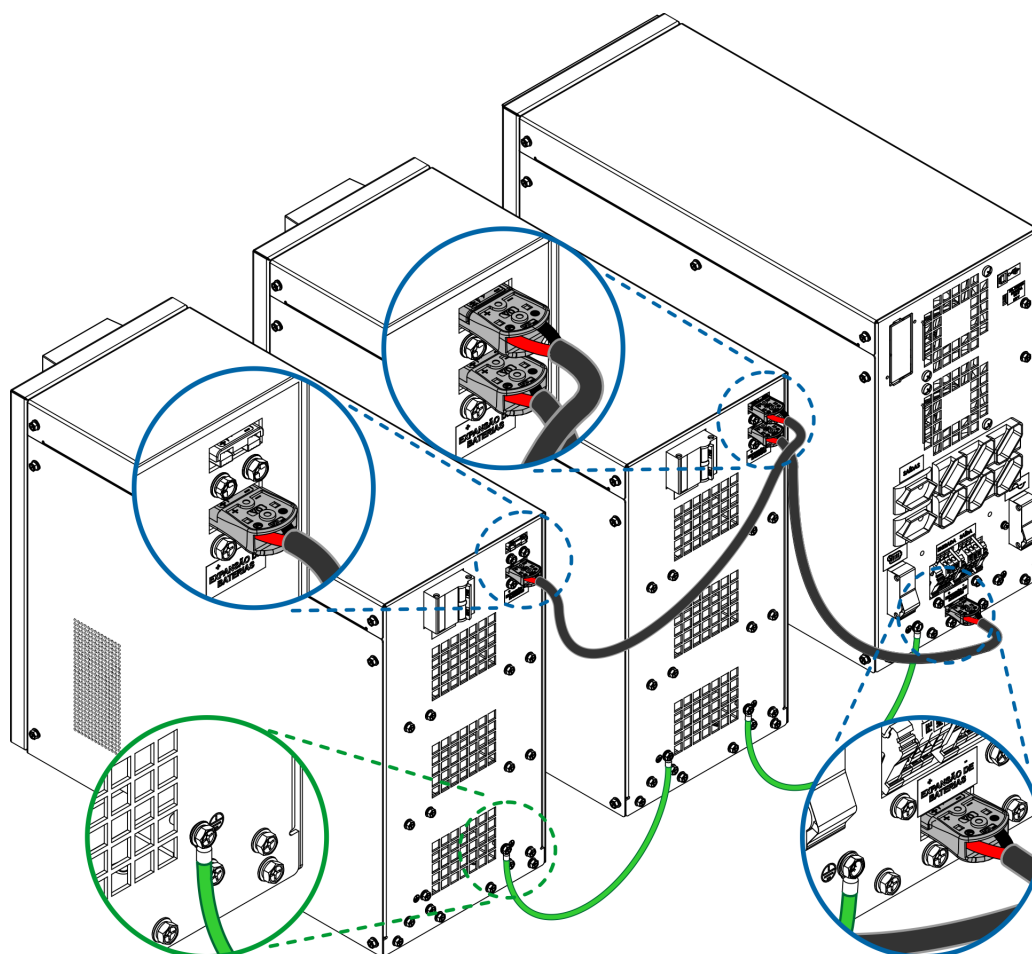

Figura 5.8: Conexão do acessório módulo de expansão de autonomia e aterramento
- Utilizar o cabo de aterramento, adquirido separadamente do banco de baterias, para interconectar os pontos de aterramento dos gabinetes, como sugerido na Figura 5.8.
- Para finalizar, deve-se encaixar os conectores de engate rápido entre os bancos de bateria e o nobreak conforme Figura 5.8.